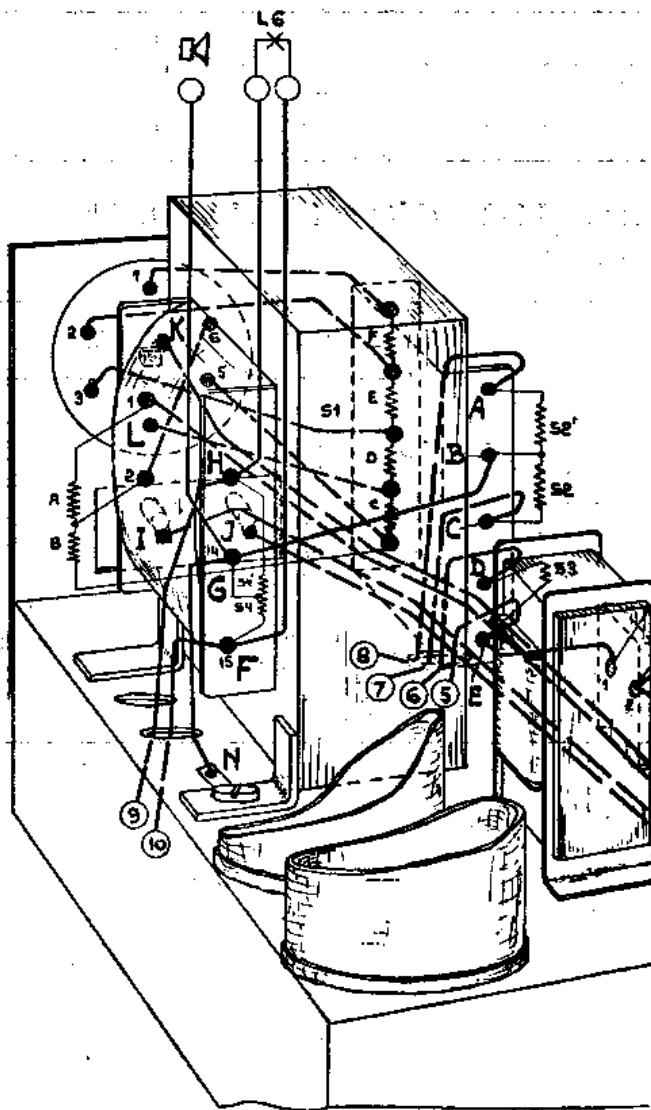

Fig. 7
3. Dessouder les connexions aux contacts du transformateur et commutateur marqués de A jusqu'à L y compris (figure 7). Le transformateur avec sa plaque pourra alors être retiré.